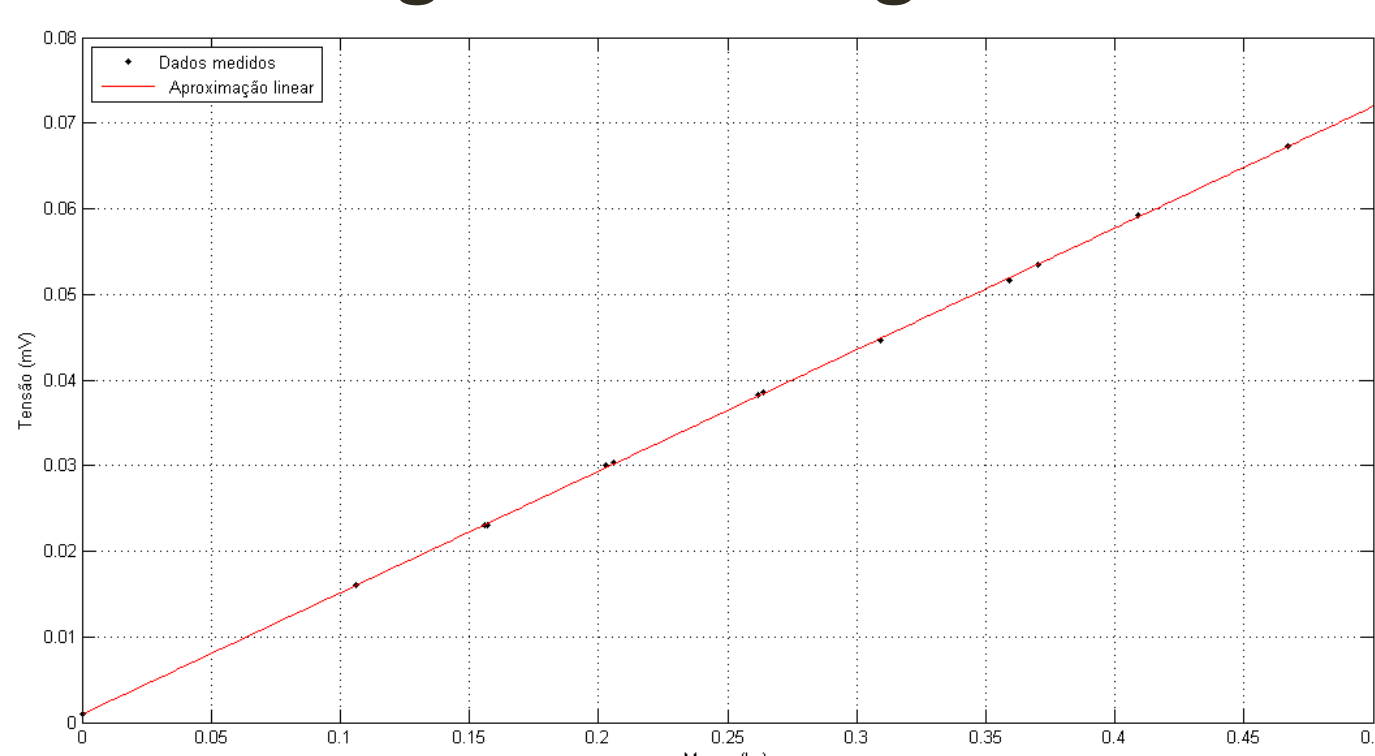

Figura 5: Aproximação linear e pontos de calibração da célula de carga.
**Resultados:** A calibração e a estimativa de curva da célula de carga foram feitas utilizando pesos conhecidos, onde foram feitas algumas medições pontuais e a partir destes pontos, uma aproximação linear foi feita. A aquisição dos dados foi feita a uma taxa de 1000 amostras/s e o conversor A/D operando na faixa de  $\pm 2$  V. O ensaio foi feito 5 vezes. A aproximação linear e os pontos medidos estão mostrados no gráfico da figura 5.